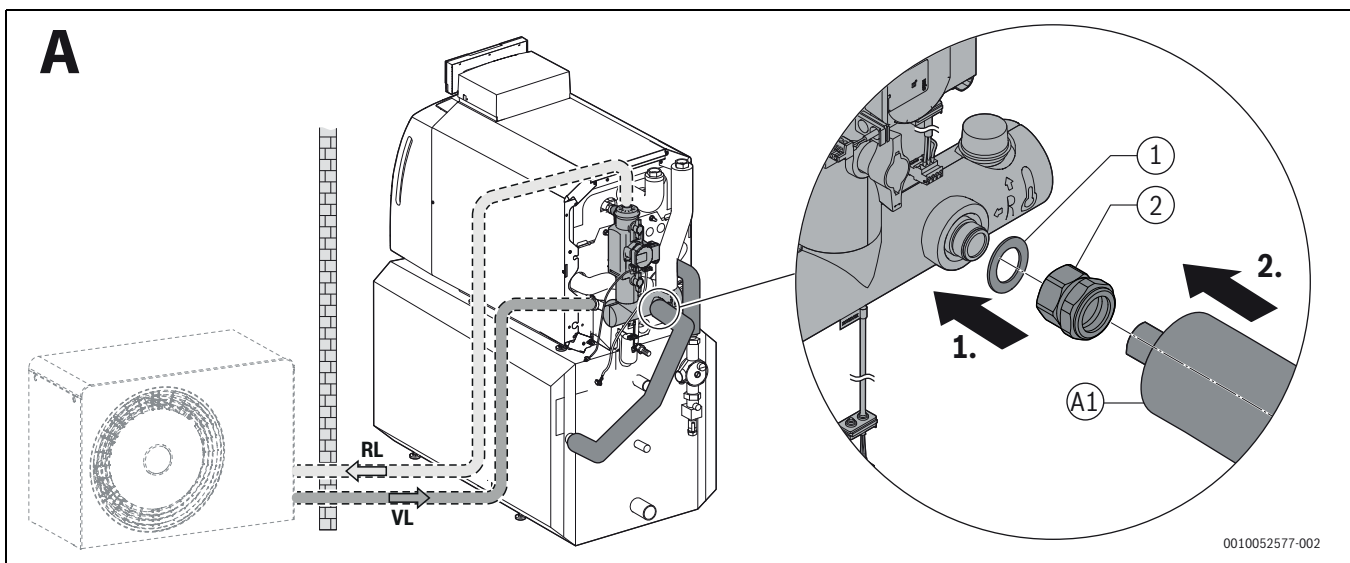

Bild 7 Montage Speicheranbindung liegender Speicher, Variante A, beispielhaft dargestellt für Kesselgröße 18 kW
- Rohrgruppe Speicherverbindung für unten liegenden Speicher (→ Bild 7; → separate Installationsanleitung).
Bei der Installation mit liegendem Speicher, **Variante A** (→Bild 7), müssen Anschlussrohre bei Bedarf gekürzt werden.
- ▶ Rohre entsprechend Bild 7 kürzen und montieren.